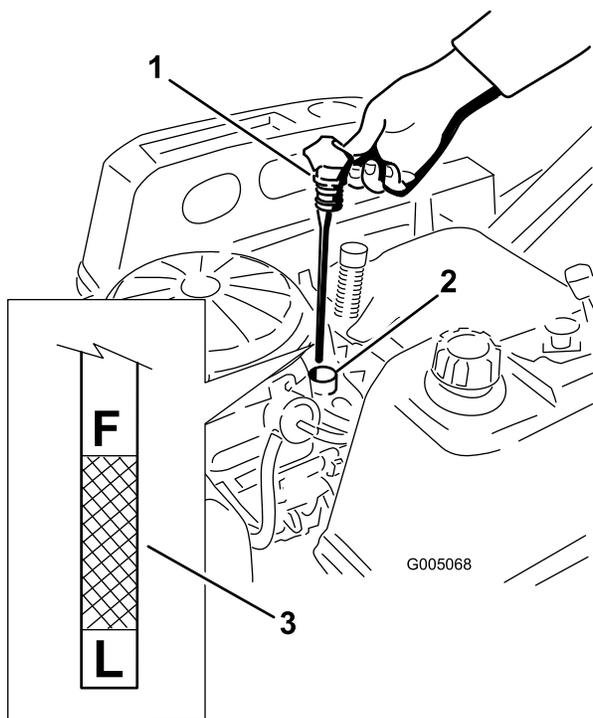

Figure 25
4. Sortez le bouchon de remplissage/la jauge de niveau d'huile et essuyez-la sur un chiffon. Remettez la jauge en place en l'enfonçant au maximum (Figure 25).
5. Sortez de nouveau la jauge et vérifiez le niveau d'huile. (Figure 25).
8. Tournez le robinet de vidange d'huile de 1/4 de tour dans le sens anti-horaire pour l'ouvrir et permettre à l'huile de s'écouler (Figure 27). Enlevez le bouchon de remplissage/la jauge (Figure 25).
15. Versez avec précaution environ 80% de la quantité d'huile spécifiée dans le goulot de remplissage (Figure 25)
16. Remettez fermement en place le bouchon de remplissage/la jauge d'huile (Figure 25).
17. Vérifiez le niveau d'huile (Figure 25) (voir Contrôle du niveau d'huile).
19. Remettez fermement en place le bouchon de remplissage/la jauge d'huile (Figure 25).